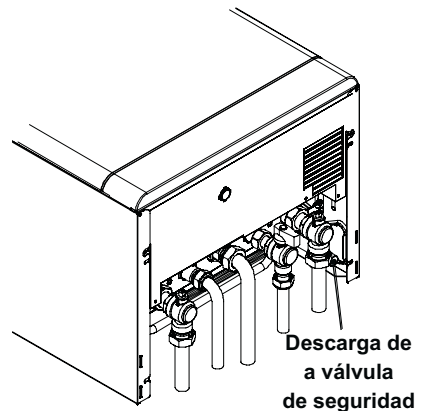

Fig. 5.5
- Conectar la descarga de la válvula de seguridad en la Fig. 5.5 a un cono de desagüe.